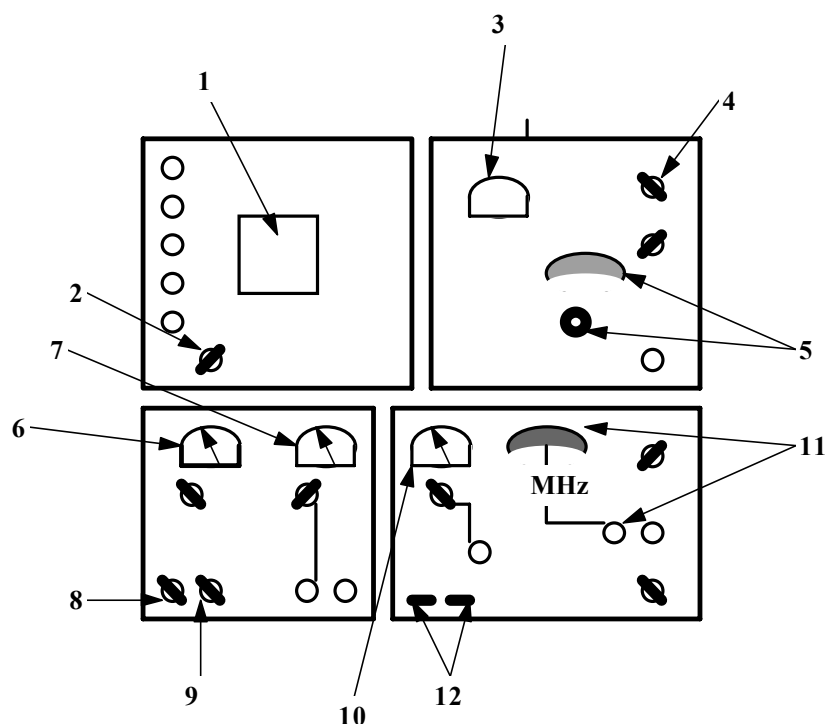

Рис.5. Общий вид передней панели измерительного блока:
4.Блок осциллографического индикатора И2, который позволяет наблюдать спектр масс на экране ЭЛТ. На передней панели измерительного блока ИПДО-2 расположены следующие ручки и тумблеры (рис.5.): блок питания БП-2: